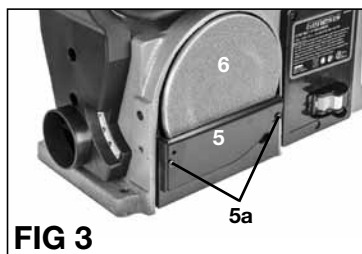

FIG 3
INSTALLATION OU REMPLACEMENT DU DISQUE DE PONÇAGE (FIG 3)
- Retirez la protection du disque (5).
- Retirez l'ancien disque de ponçage (6).
- Réinstaller la protection du disque, comme illustré sur la figure 3. Le protection du disque peut être ajusté de haut en bas pour couvrir disque de ponçage pour plus de protection.